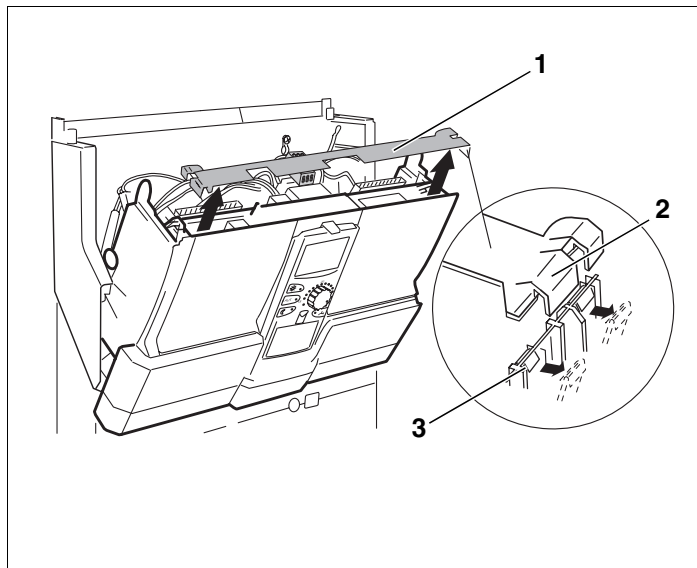

Abb. 4 Querleiste ausbauen
Zum Ausbauen der Querleiste (Abb. 4, **Pos. 1**) benötigen Sie einen Schraubendreher.
- Querleiste an einer Seite lösen. Dazu mit dem Schraubendreher eine der beiden Verklammerungen (Abb. 4, **Pos. 3**) nach außen herausdrücken.
- Querleiste an einer Lasche (Abb. 4, **Pos. 2**) anheben.
- Querleiste (Abb. 4, **Pos. 1**) abnehmen.